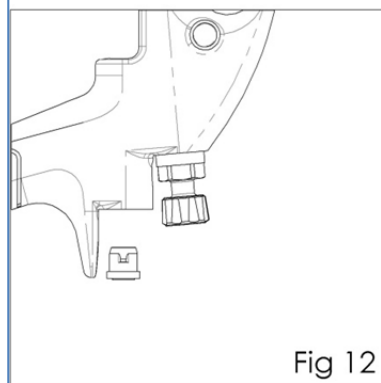

Fig 12
10. Przekręcić pistolet do góry nogami, aby wypadło uszczelnienie. (Patrz rys. 12)